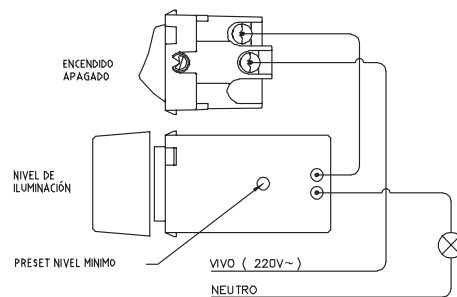

FIGURA 1A
1. Conecte el regulador de intensidad al circuito, junto con el interruptor (ver Figura 1A ó 1B).